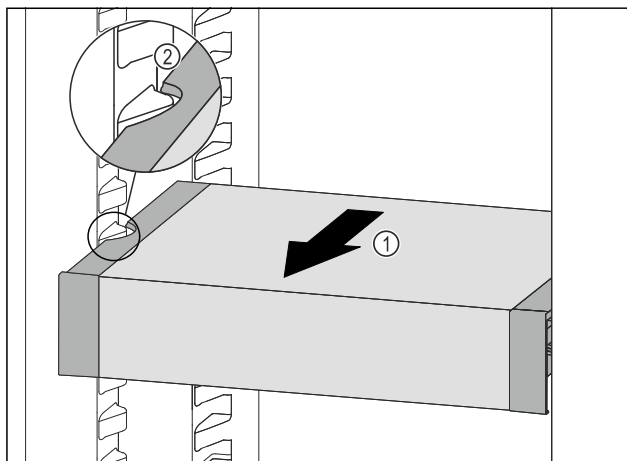

Fig. 108
- ▶ VarioSafe ťahajte dopredu Fig. 108 (1), kým sa bočné vybrania VarioSafe nebudú nachádzať vo výške rebra nádoby v chladničke. Fig. 108 (2)